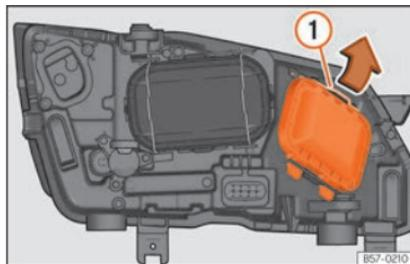

Fig. 55 No compartimento do motor: retirar a tampa.
- Desloque o tirante »» **Fig. 55** ① no sentido da seta e retire a tampa.
- Desloque o tirante »» Fig. 55 ① no sentido da seta e retire a tampa.